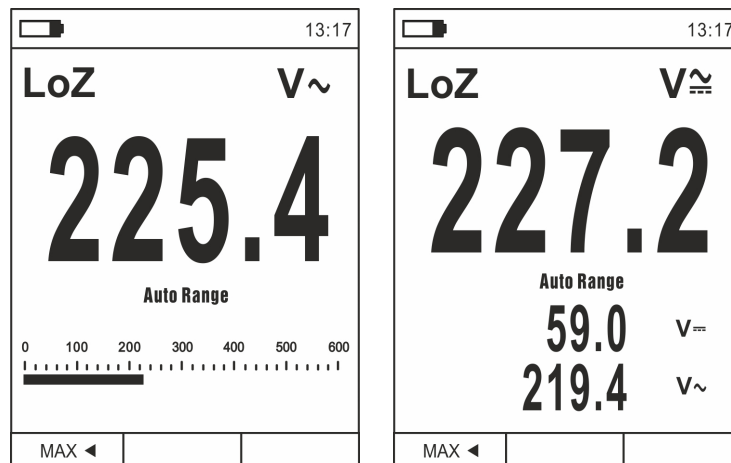

Abb. 10: Beschreibung der Messung von LoZ Spannung
2. Drücken Sie die Taste **MODE/VFD** zur Modus „V \sim “ oder „V \approx “ (siehe Abb. 10)